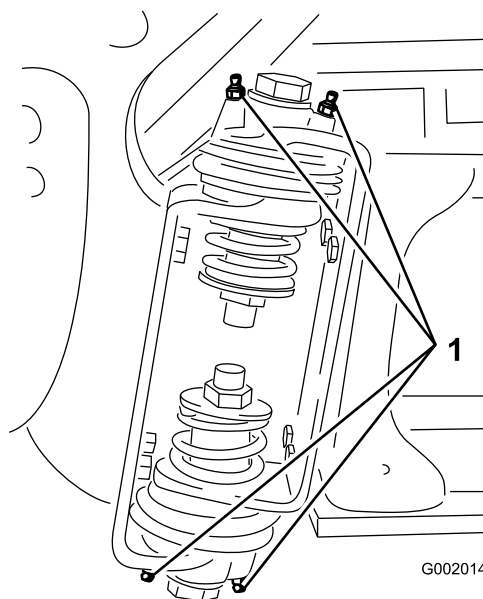

Figure 73
- Injectez la graisse dans le roulement ou la bague au niveau de chaque graisseur (Figure 73).